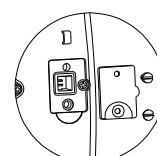

Abbildung 4-2. LFT-Stifte
2. Entfernen Sie die Sicherheitsabdeckung auf der Unterseite der Waage, um die beiden Stifte in der Aussparung zu sehen (siehe Abbildung 4-2). Schließen Sie diese Stifte beim **Einschalten** der Waage (z. B. mit einem Schlitzschraubendreher) kurz. Die Waage führt das Einschaltverfahren durch, und auf dem Display erscheint der aktuelle Status [**LFT OFF**] (Eichung deaktiviert, nicht verriegelt) oder [**LFT ON**] (Eichung aktiviert, verriegelt). Drücken Sie auf die Taste „No“ (Nein), um diese Einstellung zu ändern oder auf „Yes“ (Ja), um die Einstellung zu übernehmen.